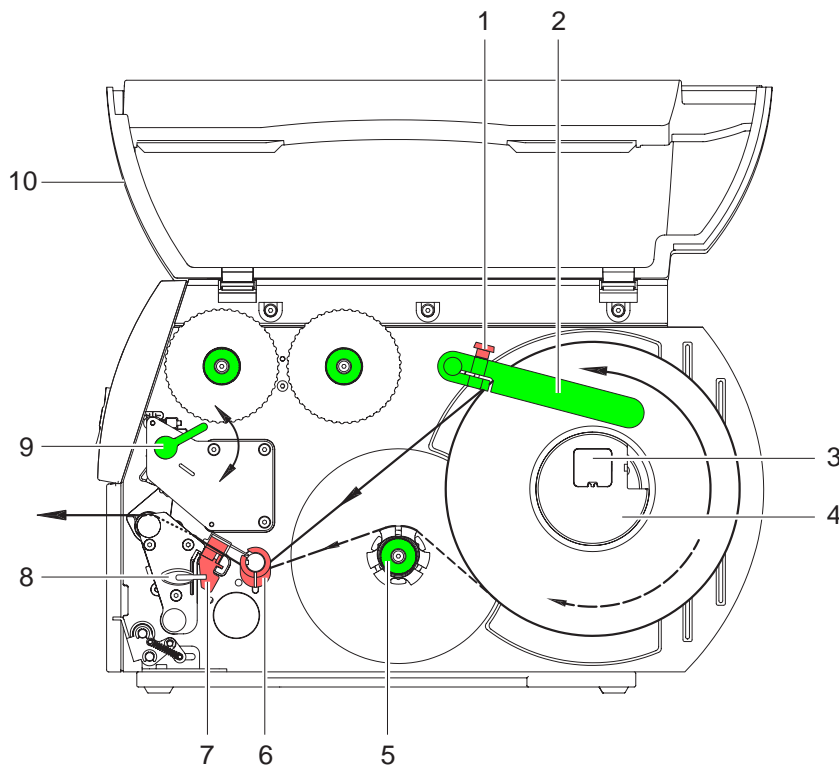

Abb. 5: Rollenetiketten einlegen
i Für Einstellungen und einfache Montagen den mitgelieferten **Sechskantschlüssel** verwenden, der sich im unteren Teil der Druckeinheit befindet. Siehe Abb. 5, Position 8. Weitere Werkzeuge sind für die hier beschriebenen Arbeiten nicht erforderlich.
- ⇒ Hebel (Abb. 5, Pos.9) in Uhrzeigerrichtung, drehen, um den Druckkopf zu verriegeln.